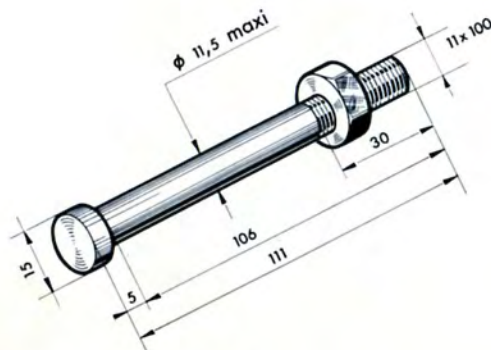

Fig. 7
- Comprimer au moyen de l'outil n° $\frac{MB : 1496}{VAR : 482}$ la joue mobile de poulie n° 17930 (cette opération est identique à celle illustrée page 5, Fig. 7, de notre notice SP.94).